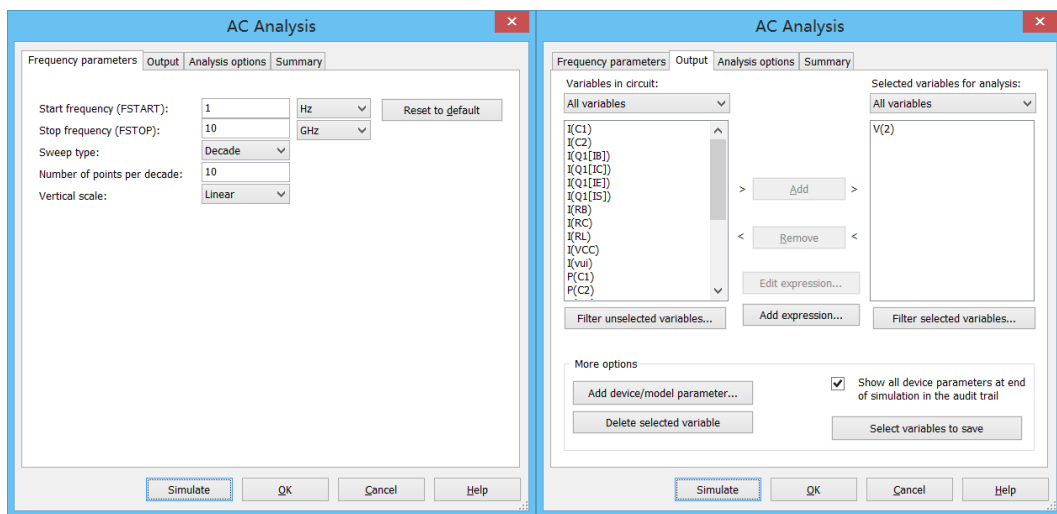

图 7.18 交流分析参数设置
- 参照 6.3 节，在 Output variables 页中选择节点 2 作为分析对象，如图 7.18 所示。